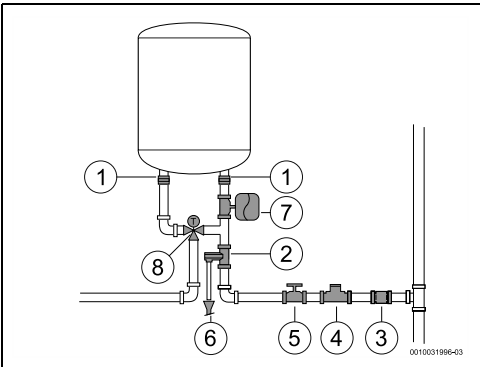

Fig. 12
- Instalar um regulador termostático (Fig. 12, [8]) no tubo de saída do aparelho se forem utilizados tubos PEX. Deverá ser ajustado de acordo com o desempenho do material utilizado.
- ▶ Nunca instalar nenhum acessório (para além dos representados na Fig. 12) entre a válvula de segurança e a entrada de água fria (lado direito) do aparelho.
- ▶ instalar uma válvula redutora (Fig. 12, [4]). A válvula de segurança vai atuar sempre que a pressão da água no aparelho for superior a 8 bar (± 1 bar), pelo que é necessário prever uma forma de canalizar o escoamento dessa água.
- ▶ instalar um vaso de expansão (Fig. 12, [7]) para evitar que a abertura da válvula de segurança seja tão frequente. O volume do vaso de expansão deve ser o equivalente a 5% do volume do aparelho.